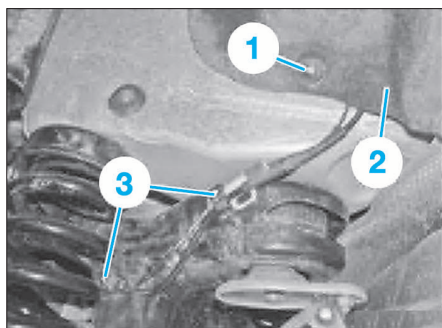

FIG. 30
- Déposer l'écrou (1) (Fig.30).